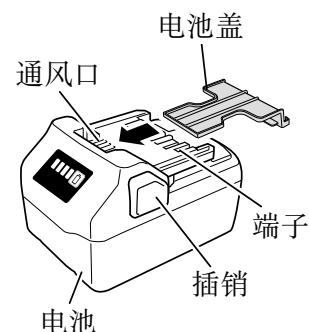

图 2
- 或者将电池装在电动工具中, 或者在牢固按入电池盖并挡住通风孔后再存放, 以防止短路(参照图 2)。